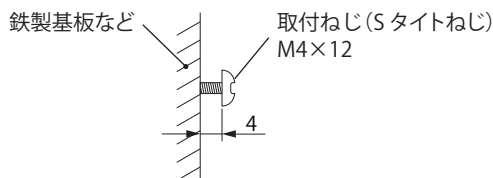

図 3 取付ねじ締付
2. 付属の取付ねじ(S タイプねじ) M4×12 を上部取付穴(M4 またはφ3.8 抜き穴)に取付面から 4mm 程度ねじ部を残して取付けてください。(図 3)